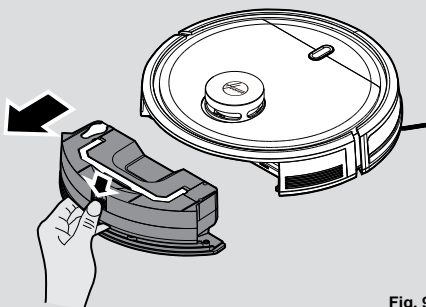

Fig. 9
1. Premere il pulsante di rilascio ed estrarlo. [Fig. 9]
1. Dopo l'aspirazione, rimuovere il serbatoio dell'acqua e il contenitore raccogli-polvere. Premere il pulsante di rilascio ed estrarlo. [Fig. 9]